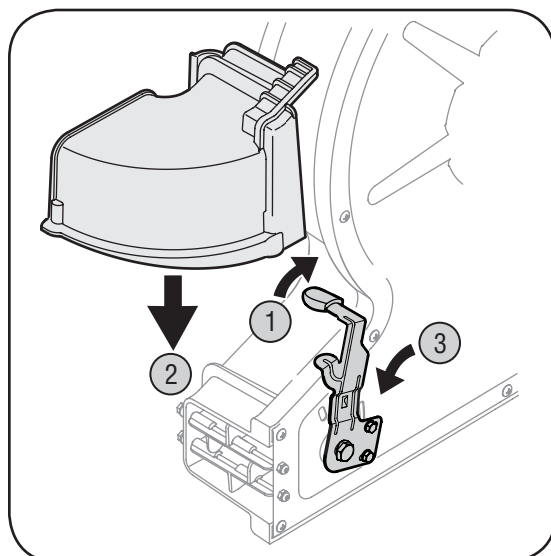

Figura 3-3
1. Eleve la palanca direccional del soplador a la posición más elevada. Vea la Figura 3-3.
3. Baje la palanca direccional del soplador a la posición media para bloquear el accesorio del canal. Vea la Figura 3-3.